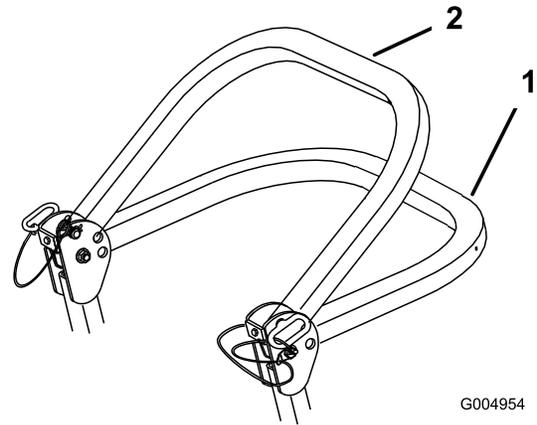

Bild 8
2. Senken Sie den Überrollbügel ab (Bild 8).
- Hinweis:** Es gibt zwei abgesenkte Stellungen, siehe Bild 8.